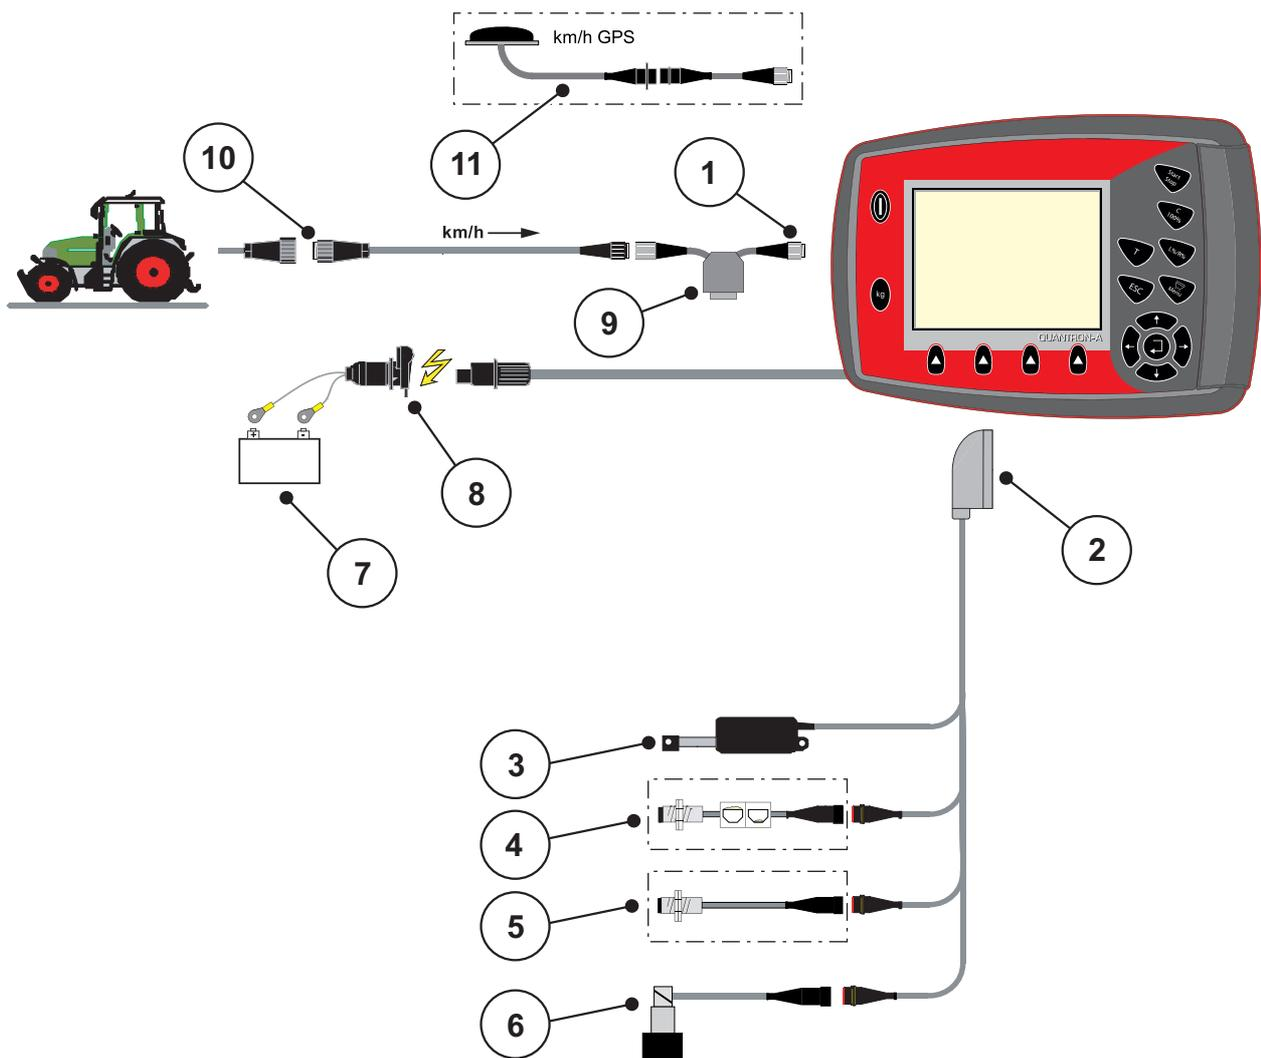
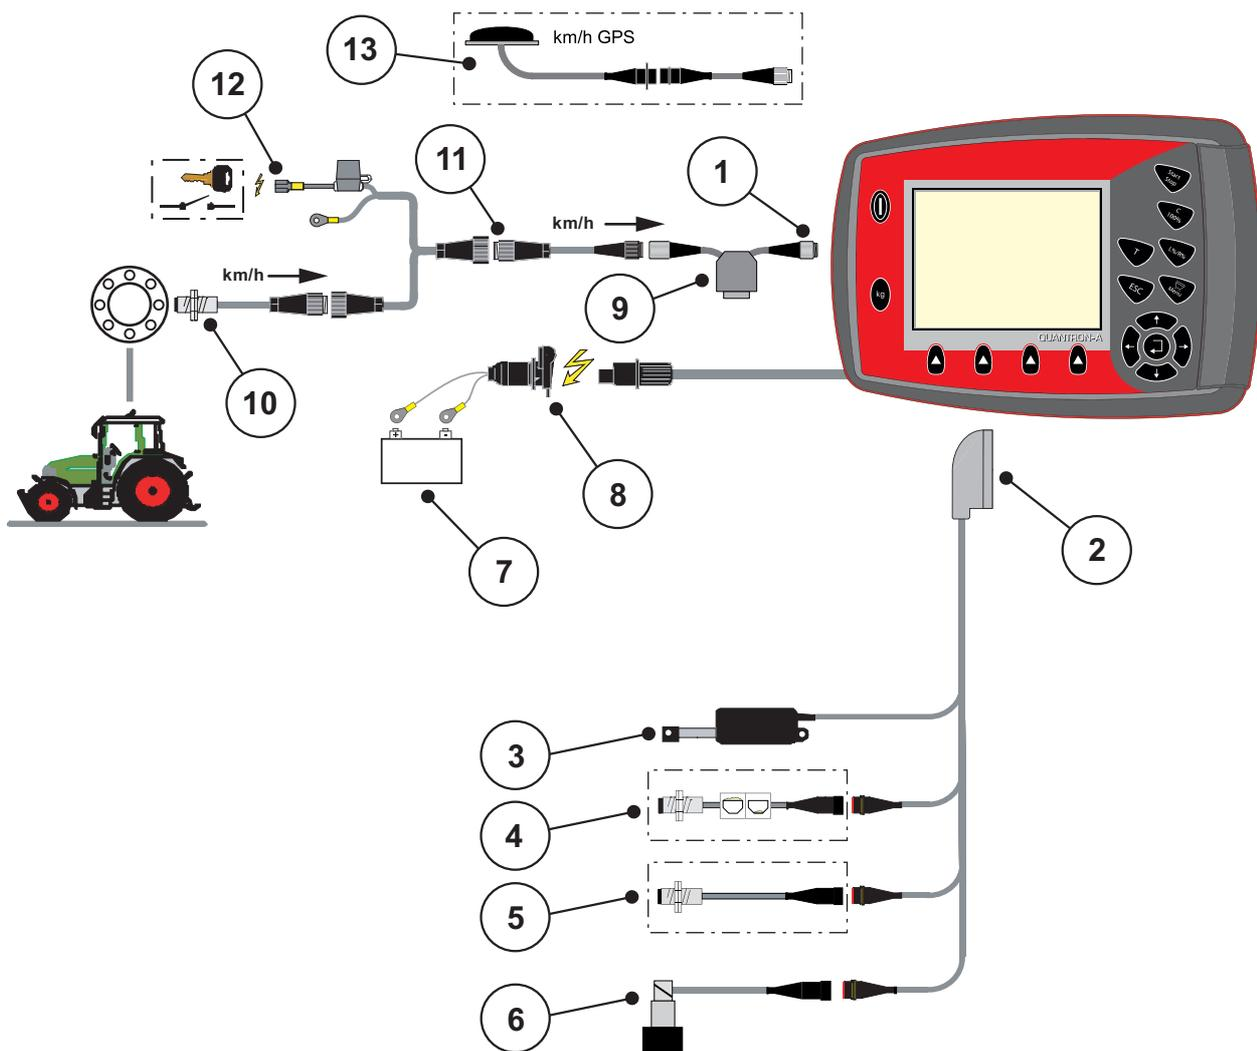

Figura 3.3: Schema dei collegamenti QUANTRON-A (standard)
Figura 3.5: Schema dei collegamenti QUANTRON-A (standard)
- Collegare l'unità di comando alla presa a 7 poli o al sensore di velocità di marcia (secondo la dotazione, vedi da figura 3.3 a figura 3.5).